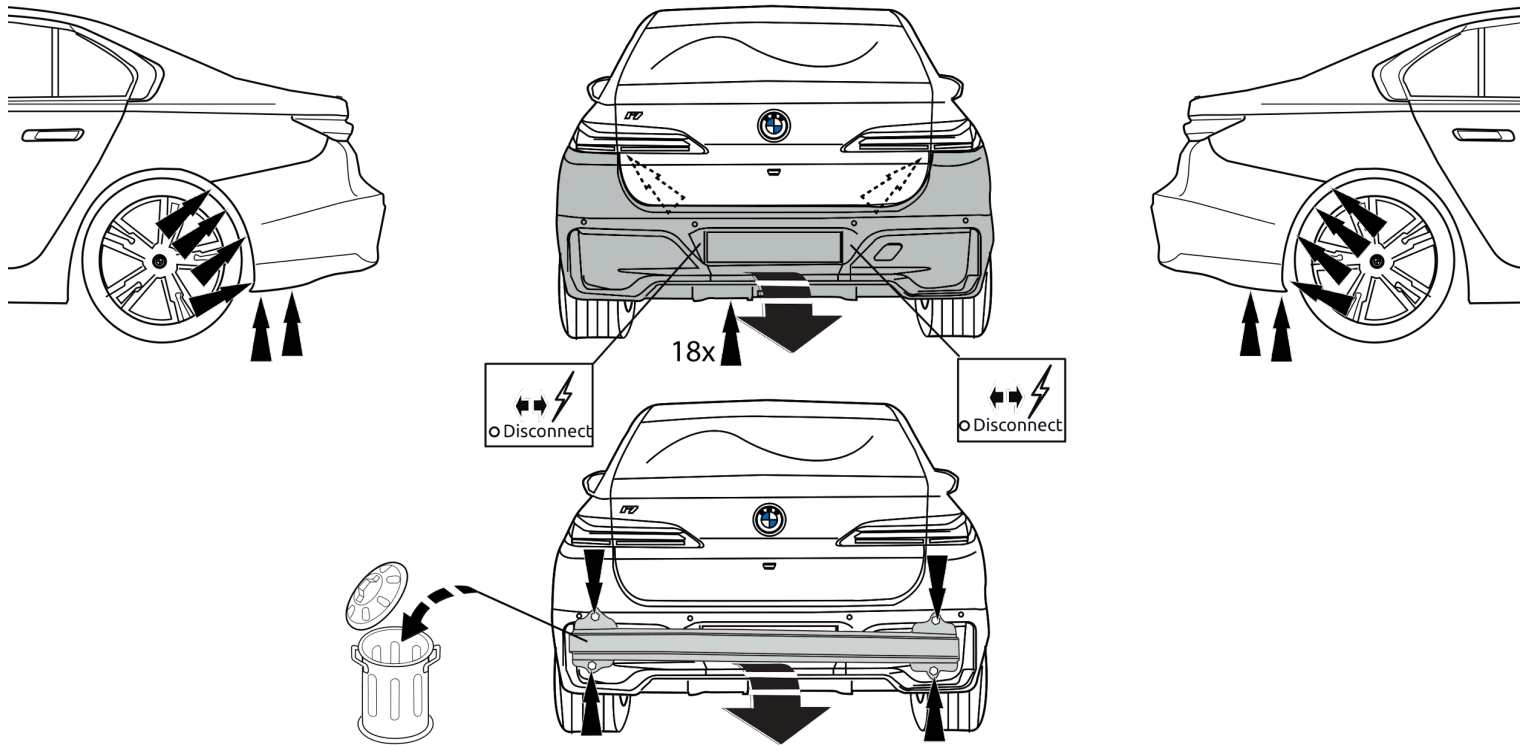

Fig. 1
1. Снять пластмассовые защитные колпаки. Снять бампер вместе с буферным брусом автомобиля. Буферный брус больше не понадобится. См. рисунок 1.